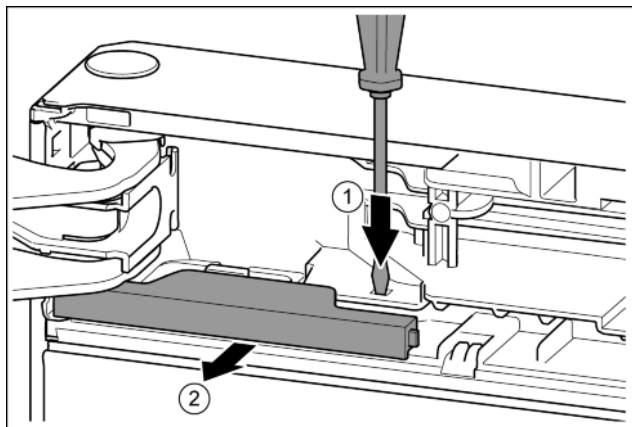

Fig. 9
- ▶ За допомогою шліцевої викрутки притисніть накладку. Fig. 9 (1)
- ▶ Витягніть кришку з фіксатора. Fig. 9 (2)